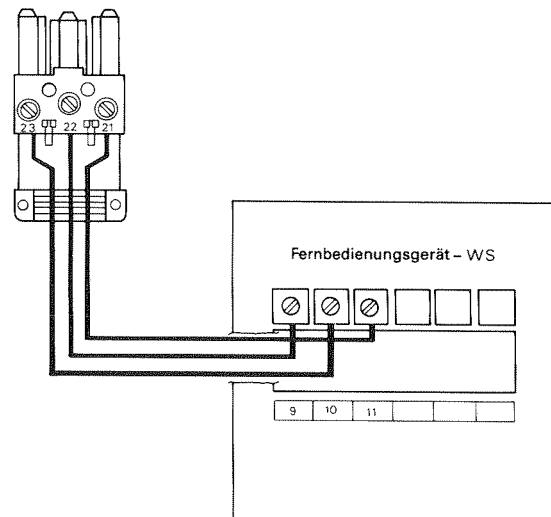

Abb. 3.9
1. Anschlußleitung vom Fernbedienungsgerätes in Steckverbinder [58] entsprechend Abb. 3.9 anschließen.